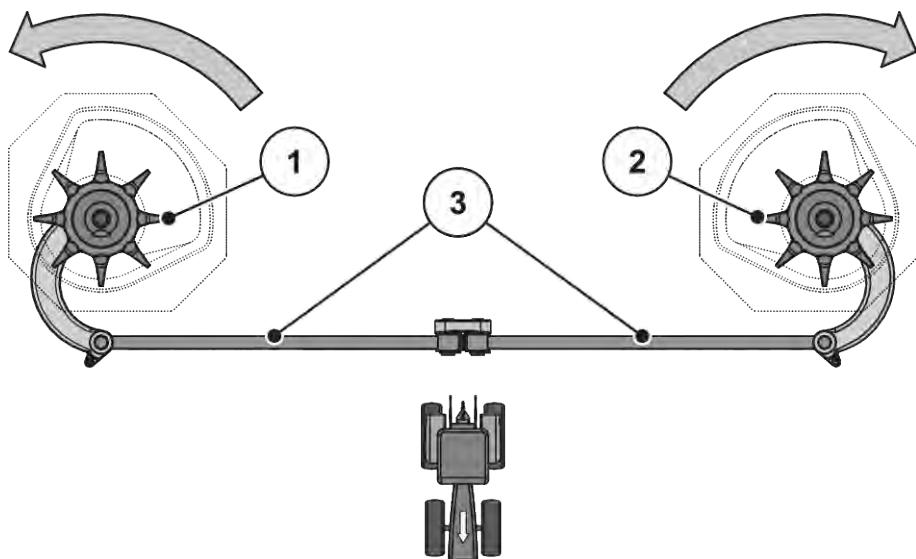

Рис. 53: Перевірка привода мішалки
- Прокрутіть змішувальну головку рукою **в напрямку руху розкиdalьного диска**. Див.. Рис. 53 Перевірка привода мішалки.
- Із силою прокрутіть змішувальну головку рукою або за допомогою ремінного ключа для масляного фільтра **проти напрямку руху розкиdalьного диска**. Див. Рис. 53 Перевірка привода мішалки